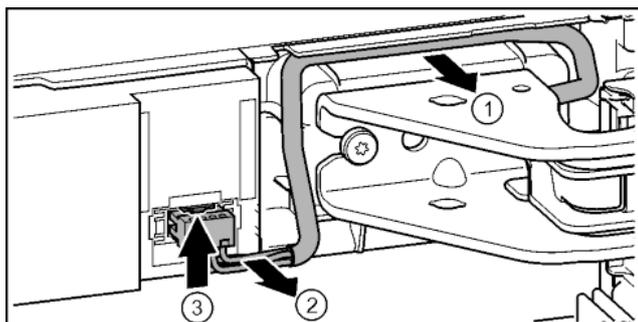

Fig. 21
- ▶ Facendo attenzione staccare dalla guida il cavo sopra il blocco di supporto. Fig. 21 (1)
- ▶ Facendo attenzione tirare i fili del cavo dal canale. Fig. 21 (2)
- ▶ Spingere la linguetta verso l'alto ed estrarre con attenzione la spina. Fig. 21 (3)